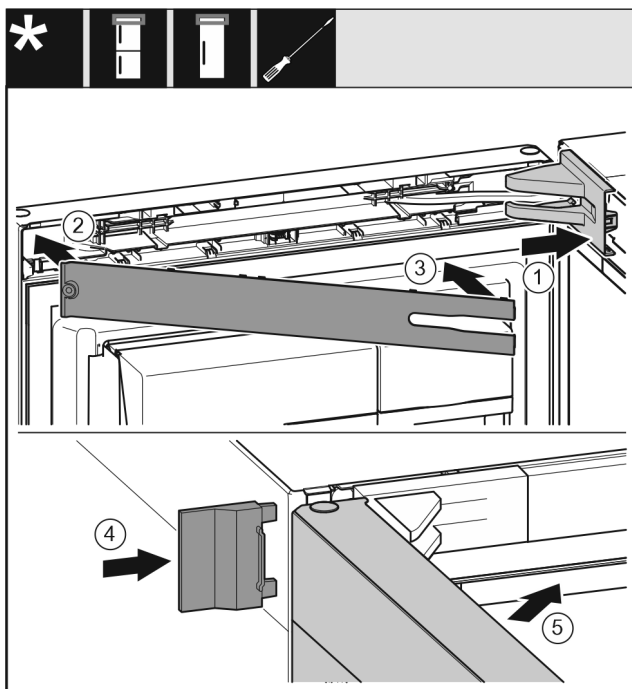

Fig. 51
- ▶ Uzlieciet un nofiksējiet gultņa balsta pārsegu, ja nepieciešams, uzmanīgi atspiediet. Fig. 51 (1)
- ▶ Uzlieciet aizsegu. Fig. 51 (2)
- ▶ Pievirziet aizsegu un nofiksējiet. Fig. 51 (3)
- ▶ Uzbīdīet ārējo pārsegu. Fig. 51 (4)
- ▶ Aizveriet augšējās durvis. Fig. 51 (5)